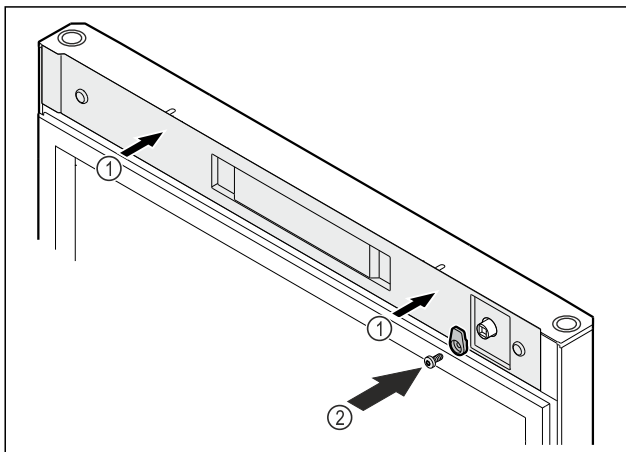

Fig. 54
- ▶ Colocar la cubierta Fig. 54 (1).
- ▶ Atornillar el gancho de cierre Fig. 54 (2).